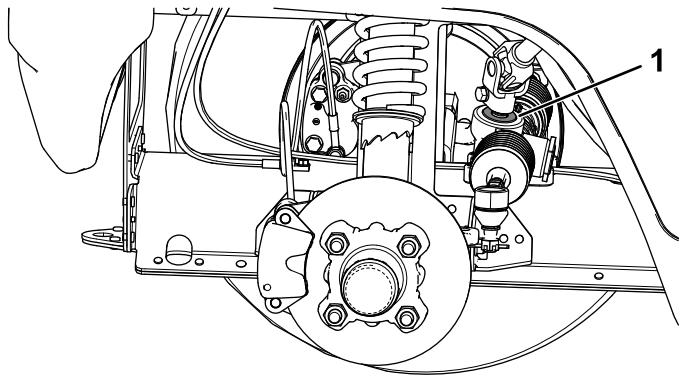

Figura 45
- Importante:** Inspeccione la condición y la integridad del retén del eje del piñón (Figura 45).